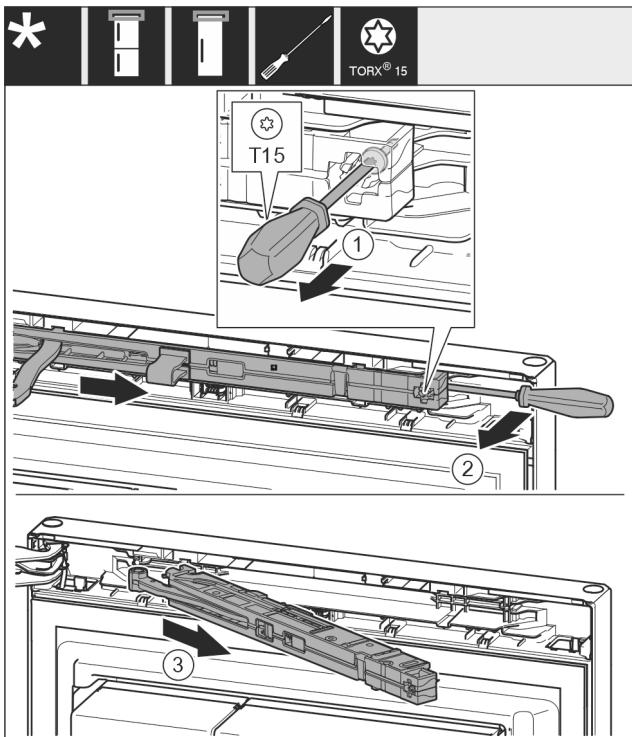

Fig. 11
- Ослабьте винт на узле амортизатора закрывания двери с помощью отвертки T15 примерно на 14 мм. Fig. 11 (1)
- При помощи отвертки со стороны ручки переместите за узел амортизатора и поверните узел вперед. Fig. 11 (2)
- Извлеките узел амортизатора. Fig. 11 (3)